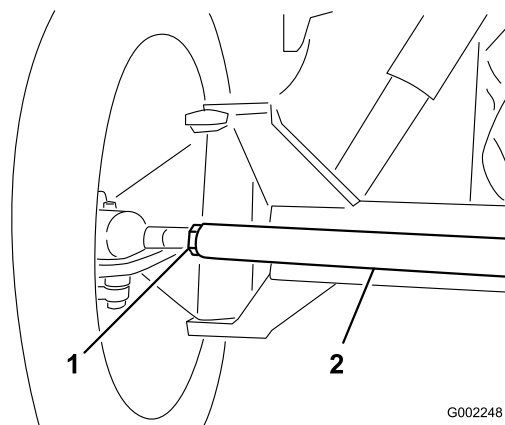

Figure 97
3. Si les mesures sont hors spécifications, desserrez les écrous de blocage aux deux extrémités de la biellette (Figure 97).